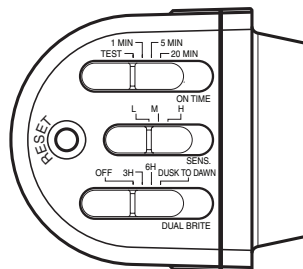

Figure 7
- Pour une installation sous l'avant-toit, assurez-vous que le capteur est situé à l'opposé du mur du bâtiment. Faites pivoter le détecteur de sorte que les commandes situées sur le dessous du détecteur (voir la Figure 7) soient face au sol.
2. Placez le commutateur de sensibilité (SENS) en position « L », le commutateur de fonctionnement (ON-TIME) en position TEST et le commutateur DUALBRITE en position OFF (voir la Figure 7).
- Bouton de réinitialisation (voir la Figure 7) : utilisez un trombone et appuyez sur le bouton de réinitialisation pendant 15 secondes pour réinitialiser la lumière.